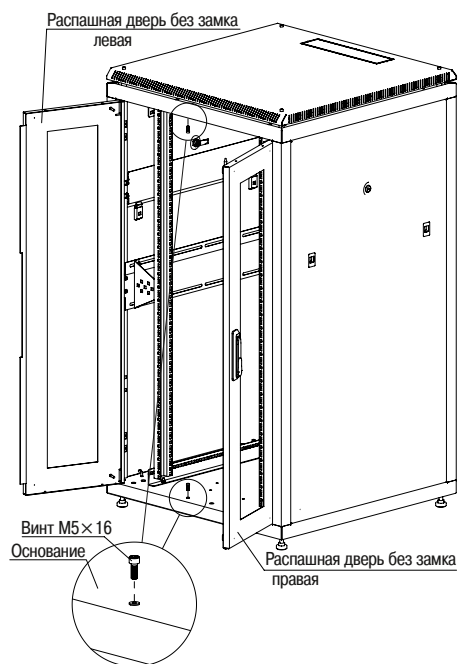

Рисунок 15 – Установка распашных дверей
3.3.6 Для установки распашных двухстворчатых дверей (рисунок 15) требуется повторить 3.3.1–3.3.4.*